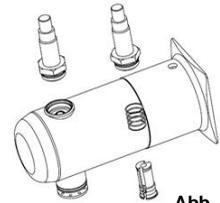

Abb. 17
- Schrauben Sie mit dem Schraubenschlüssel die obere Abschlusseinheit ab und entnehmen Sie die Feder und den Magnetkern. (Abb. 17)
- Setzen Sie die Feder und den Magnetkern in die Obere Abschlußeinheit und schrauben Sie sie mit dem Schraubenschlüssel auf das Ausgangsstück. (Abb. 17, Seite 25)